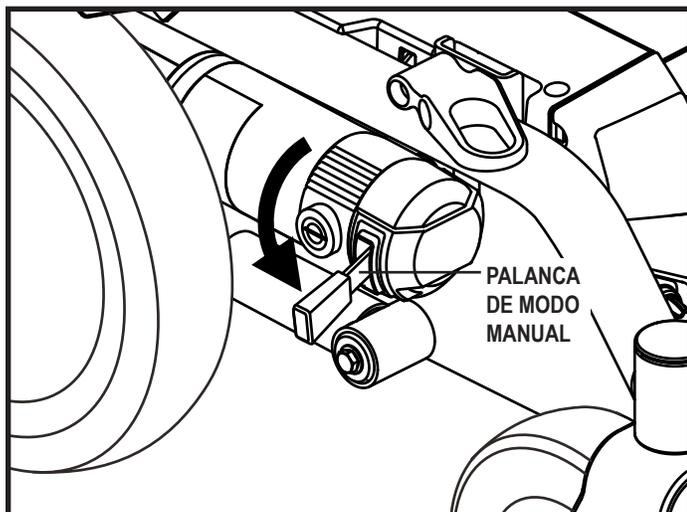

Figura 3. Modo manual (motor desembragado)
2. Empuje las palancas hacia abajo para desactivar los motores (motor desembragado). **Ver figura 3.**